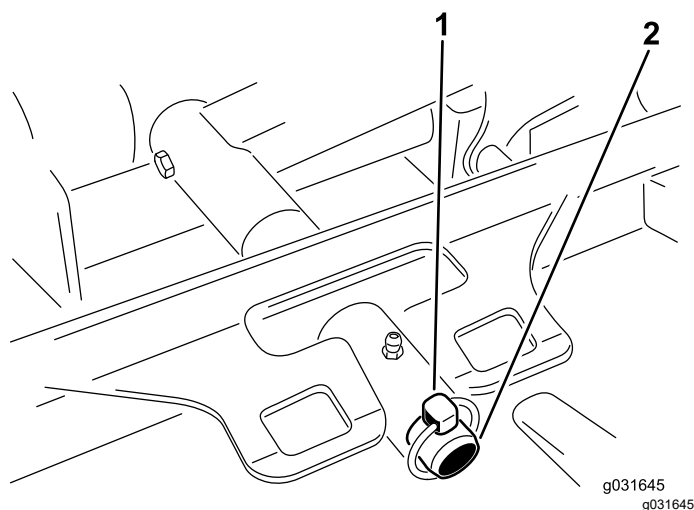

Рисунок 69
3. Снимите штифт с кольцом или крепежную гайку, с помощью которых несущая рама деки крепится к шарниру подъемного рычага (Рисунок 69).
- Наденьте несущую раму деки на шарнирный палец подъемного рычага и закрепите ее при помощи штифта с кольцом и крепежной гайки (Рисунок 69).